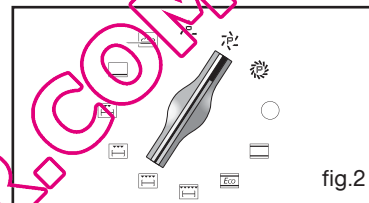

fig.2
Eksempel: 1 time og 45 min. (fig.2).
- Tryk på knappen + eller - for at indstille den ønskede sluttid. (fig.2).